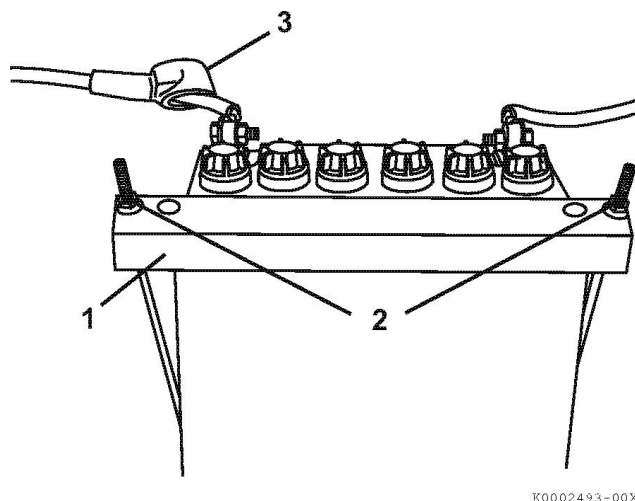

Рисунок 22
12. Поставьте на место планку и стяжки (Рисунок 22, (1)) аккумуляторной батареи.
13. Затяните гайки (Рисунок 22, (2)), чтобы планка и стяжки держались крепко. Не рекомендуется слишком сильно закручивать гайки.
15. Оденьте резиновый протектор (Рисунок 22, (3)) на плюсовую (+) клемму вывода аккумуляторной батареи.